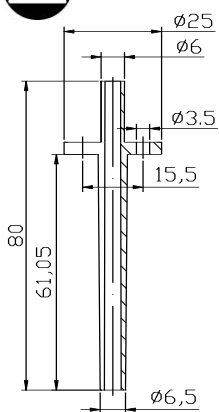
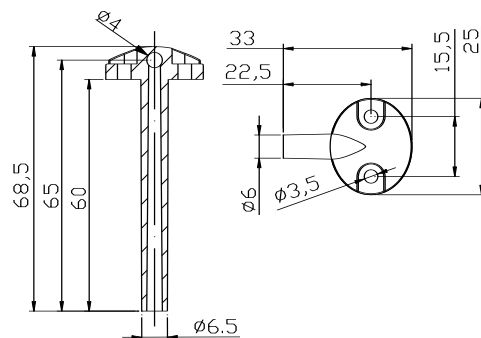

图 2: 连接件 1003
图 3: 连接件 1009
1. 先安装连接附件, 如图 2 或图 3。每个附件用 2 粒螺丝固定安装在现场引压处, 较长端(约 60mm)插入引压处。要注意插入后需要将开孔缝隙重新密封, 以免系统漏气。